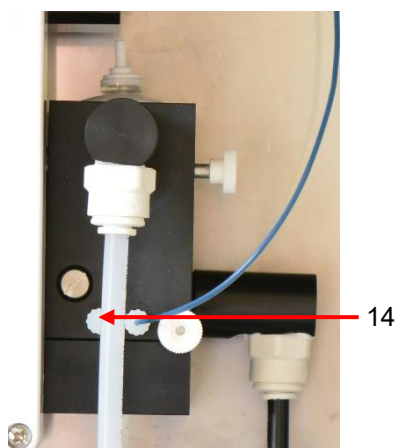

Abbildung 5
21. Schrauben Sie das komplette Modul mit den beiden Schrauben (10) mit 0,4 Nm ans Steuergerät.
22. Schrauben Sie den ersten Schlauch (13) von oben wieder an die Messkammer an.
23. Schrauben Sie den zweiten Schlauch (12) von oben wieder an die Indikatorflasche an.
24. Entfernen Sie den Blindstopfen (14) an der Messkammer (siehe Abbildung 5).